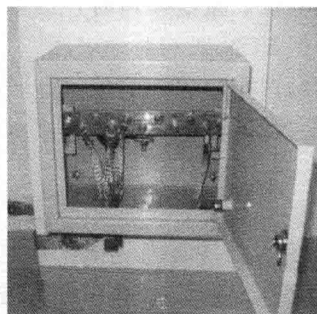

图 1-5 等电位连接及箱体
① 总等电位连接。总等电位连接是建筑物内电气装置的一项基本安全措施。其作用是降低接触电压，保障人员的安全。
② 辅助等电位连接。总等电位连接虽然能大大降低接触电压，如果建筑物离电源较远，建筑物内线路过长，则过电流保护动作时间和接触电压都可能超过规定的限值。在这种情况下应在局部范围内作辅助等电位连接（也称局部等电位连接），使接触电压降低至安全电压限值50V以下。等电位连接及箱体如图1-5所示。